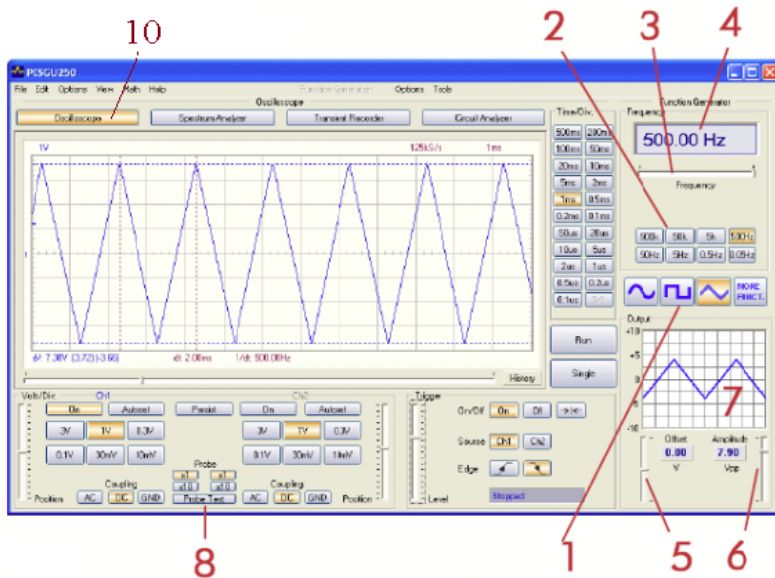
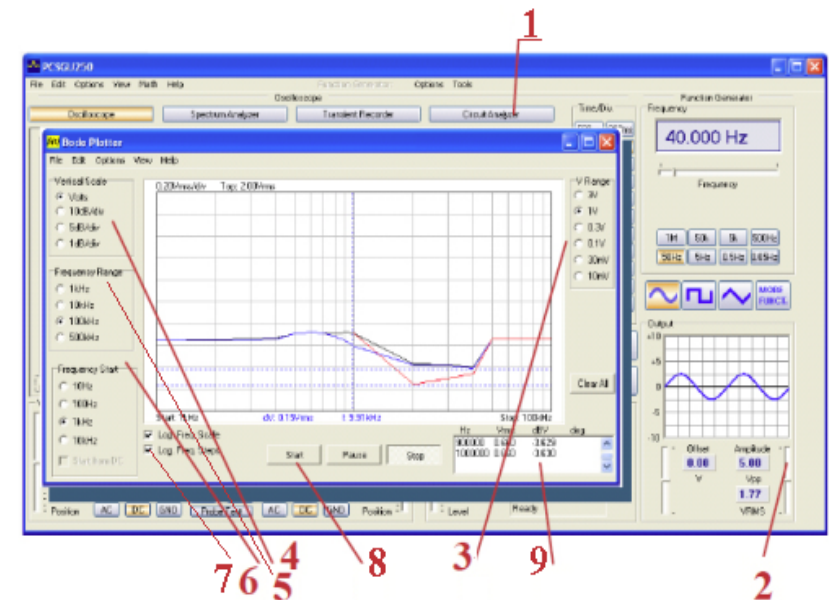

Рис. 1 Модуль генератора
Рис. 4 Диалоговое окно Модуля плоттера Бодэ
На рис. 1 представлено основное диалоговое окно программного обеспечения приставки Velleman. Для начала работы программы в качестве функционального генератора необходимо выставить в диалоговом окне режим Осциллографа (кнопка 10, рис.1). Выделенные на рисунке 1 кнопки позволяют управлять генератором и выполняют следующие функции:
- 1) Для начала работы с данным прибором необходимо активировать окно анализатора (т.е. вызвать диалоговое окно с помощью кнопки (1) - **Circuit Analyzer**, рис. 4).
4) Отрегулировать параметры выходного сигнала генератора в диалоговом окне Осциллографа (рис. 4 кнопка(2), рис. 1 кнопки (5-7)) до требуемого уровня.